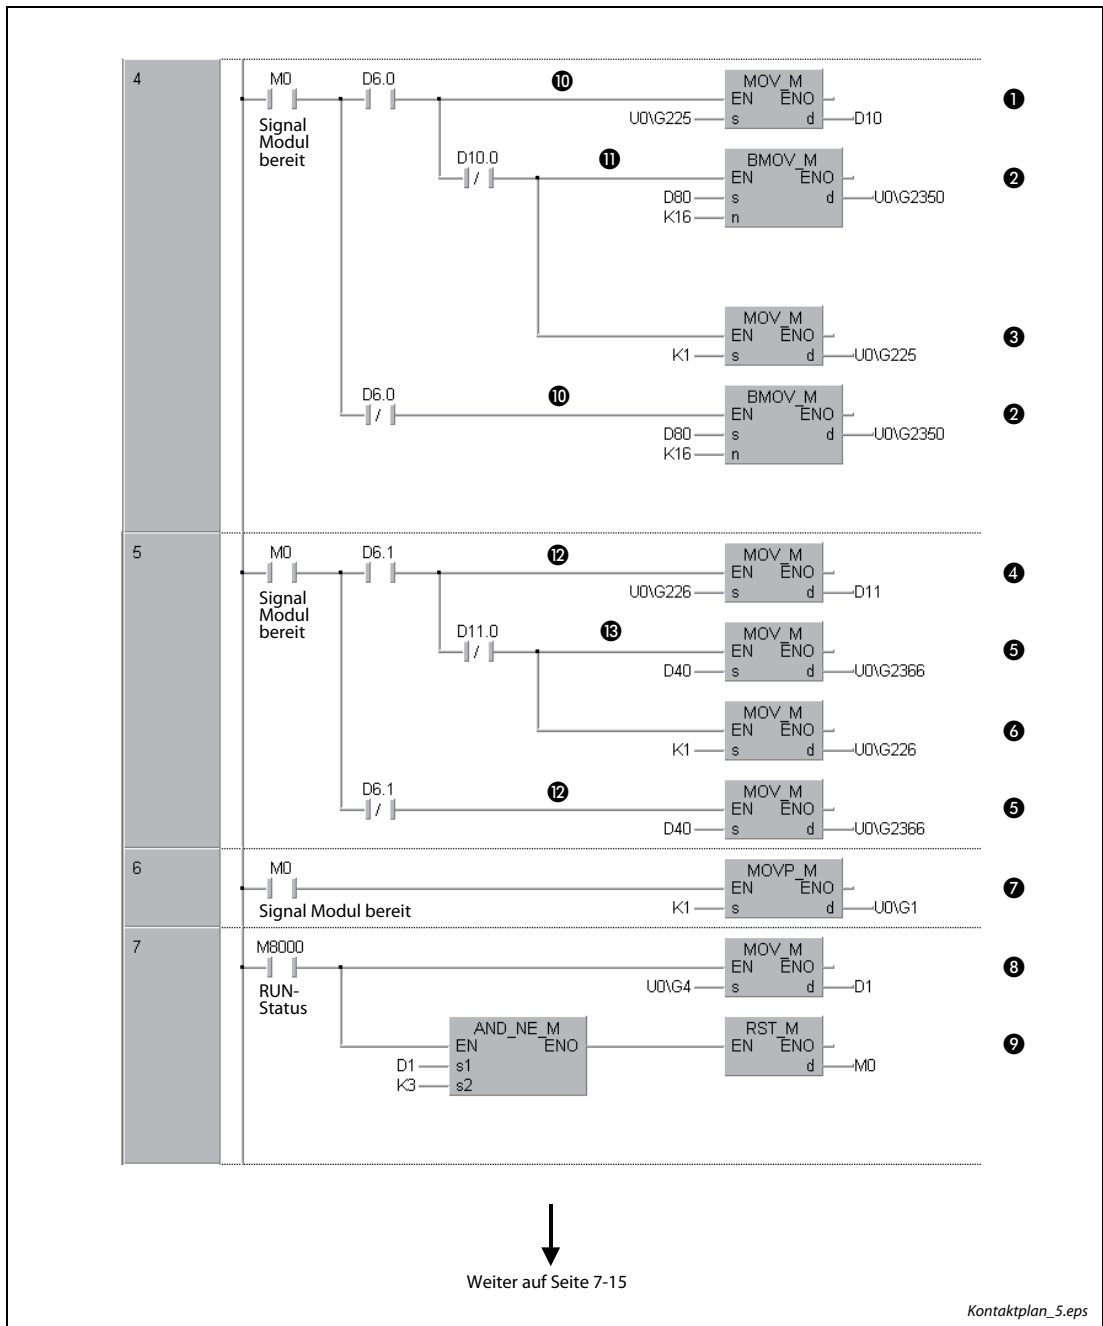

Abb. 7-12: Kontaktplan des Beispielprogramms mit dem GX IEC Developer (2)
④	Der Merker für das Senden zyklischer Ausgangsdaten wird aus BFM #226 gelesen.
⑤	Die Ausgangsdaten für die DP-Slave-Station Nr. 2 (D40) werden in BFM #2366 geschrieben.
⑥	Der Merker für das Senden zyklischer Ausgangsdaten an DP-Slave-Station Nr. 2 wird aktiviert (EIN).
⑦	Der Merker für die Anforderung zum Start des Datenaustausches wird aktiviert (EIN).
⑧	Der Merker für vollständige Übertragung aller Konfigurationsdaten wird aus BFM #4 gelesen.
⑨	Das Signal Modul bereit (READY) ist ausgeschaltet.
⑩	Merker für Aktivierung/Deaktivierung der Konsistenz zyklischer Ausgangsdaten an DP-Slave-Station Nr. 1.
⑪	Merker für Anforderung zyklischer Ausgangsdaten von DP-Slave-Station Nr. 1.
⑫	Merker für Aktivierung/Deaktivierung der Konsistenz zyklischer Ausgangsdaten an DP-Slave-Station Nr. 2.
⑬	Merker für Anforderung zyklischer Ausgangsdaten von DP-Slave-Station Nr. 2.
Tab. 7-5: Beschreibung des Kontaktplans in Abb. 7-12 (2)